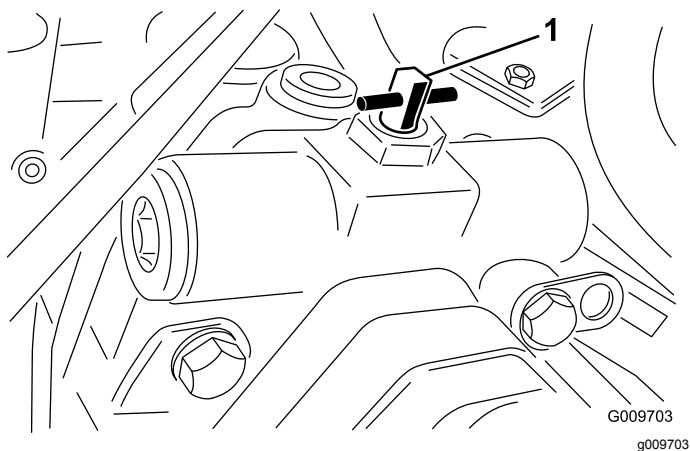

Figure 17
2. Tournez la vanne de dérivation à 90° (1/4 de tour) dans un sens ou dans l'autre pour l'ouvrir et dériver l'huile à l'intérieur de la transmission (Figure 17). Il sera alors possible de déplacer la machine lentement sans endommager la transmission. Notez la position de la vanne quand vous l'ouvrez ou la fermez.